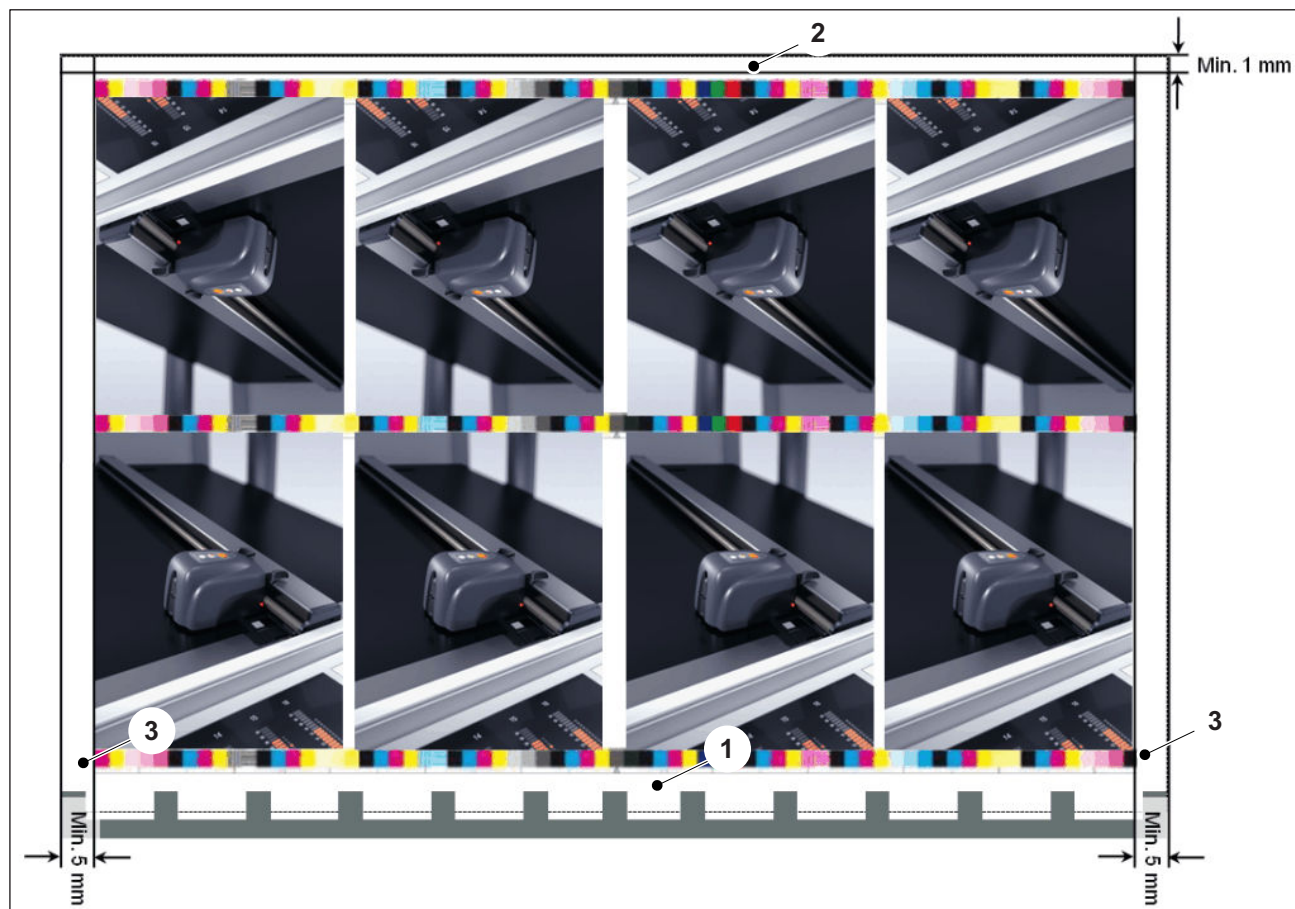

Abb. 11 Montage Prinect Easy Control
- Sie können den Druckkontrollstreifen an jeder beliebigen Position zwischen Greiferrand (Abb. 11/1) und Bogenhinterkante (Abb. 11/2) montieren.
- Zur automatischen Papierweißmessung und Erkennung des Druckkontrollstreifens müssen zwischen den seitlichen Papierkanten und dem Beginn des Druckkontrollstreifens mindestens 5 mm Papierweiß sein (Abb. 11/3).